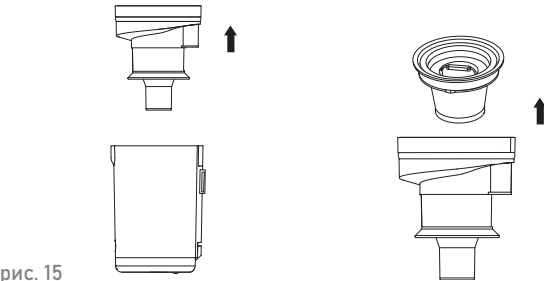

рис. 15
4. Соберите части циклонного фильтра и установите на место в контейнер-пылесборник (рис. 15).